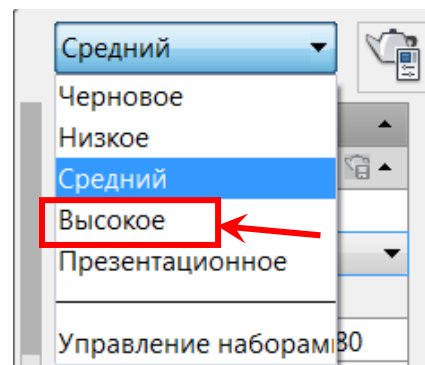

Рис. 6.9
18. В окне «Дополнительные параметры визуализации» в поле выбора качества тонирования из списка выбрать **Высокое** (рис. 6.9).